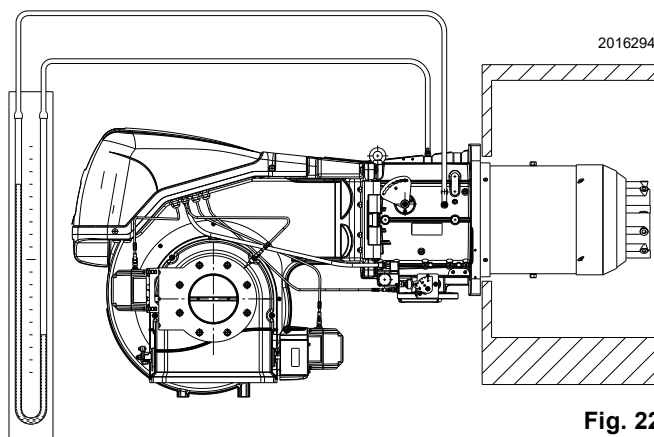

Fig. 22
- Monter un manomètre en U ou un manomètre de type différentiel (Fig. 22), avec prise (+) sur la pression du gaz du manchon et (-) dans la chambre de combustion. Il sert à mesurer approximativement la puissance MAX. du brûleur, à l'aide du Tab. L.
L'arrivée de gaz au manchon est mise en évidence sur le manomètre en U (Fig. 22).